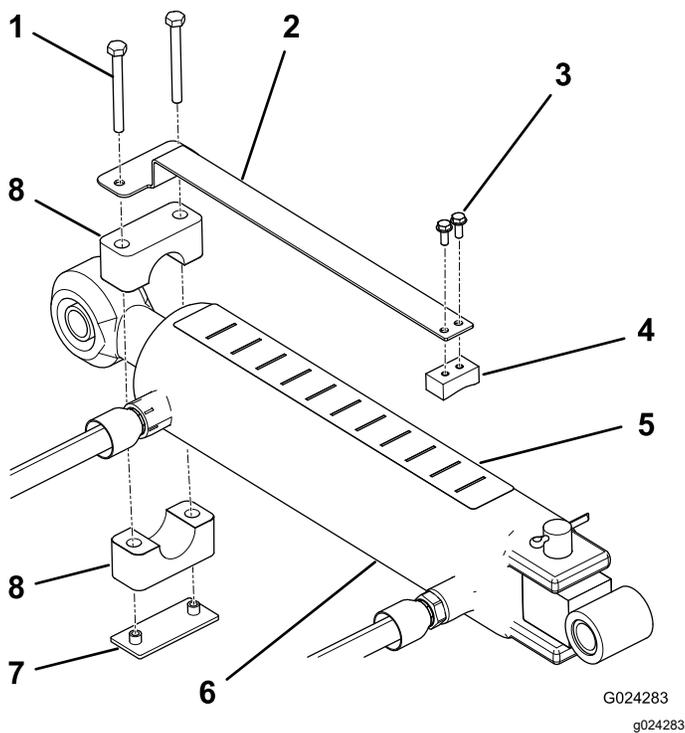

Figura 8
- Montate l'indicatore di profondità sul lato piatto del pattino con due viti macchina (n° 10 x 1/2") posizionando i componenti come mostrato nella Figura 8.
- Utilizzate serratubo, piastra a saldare e 2 viti (1/4" x 2 1/2") per montare senza stringere l'indicatore di profondità sulla testa di biella del cilindro dell'attacco superiore (Figura 8). Verificate che i morsetti siano sufficientemente allentati da poter ruotare alla posizione desiderata.
4. Applicate l'adesivo della profondità nella parte superiore del cilindro, in una posizione visibile all'operatore e in modo da non interferire con i flessibili idraulici (Figura 8).